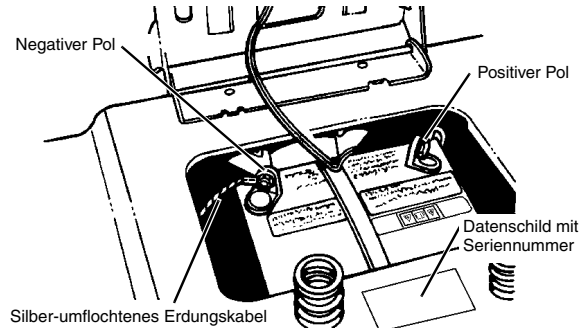

ABBILDUNG 6
- Rotes Batteriekabel mit einer 6 mm Sechskantkopfschraube und 6 mm Flanschmutter aus der Teileverpackung und dem positiven (+) Batteriepol verbinden und fest anziehen (siehe Abbildung 6).